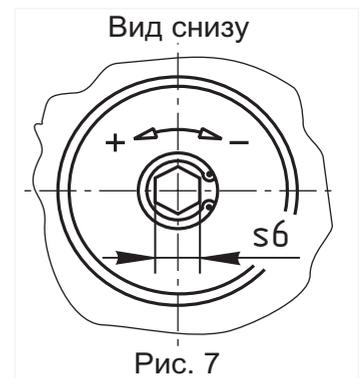

Рис. 7
4.5.4 При необходимости регулирования количества пропускаемого газа, используйте винт в нижней крышке (только для клапанов ВН...КП (фл.)). Поворачивая винт в сторону знака « - » можно уменьшить количество пропускаемого через клапан газа (рис. 7).